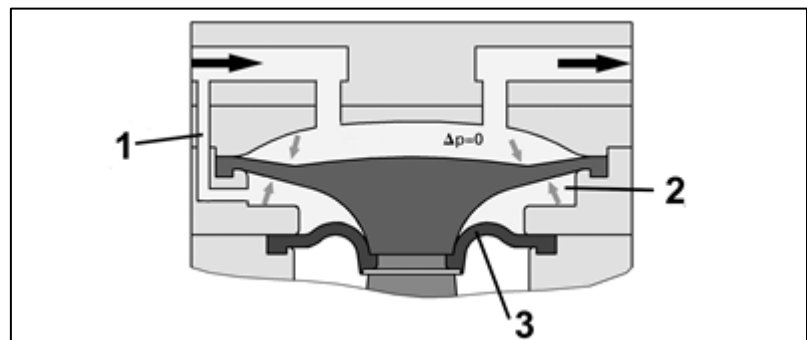

Abb. 5: Funktion des Membran-Stabilisierungssystems
Eine zusätzliche Membrane, die sogenannte Stabilisierungsmembrane (3), trennt die Unterseite der Arbeitsmembrane vom Antriebsraum der Pumpe (siehe Abb. 5). Der Raum zwischen den beiden Membranen – Vakuumkammer (2) genannt – wird über einen Evakuierungskanal (1) mit der Saugseite der Pumpe verbunden. In der Vakuumkammer herrscht dadurch annähernd der gleiche Druck wie im Arbeitsraum der Membranpumpe. Die Druckdifferenz zwischen Ober- und Unterseite der Membrane geht gegen null. Unabhängig vom Ansaugdruck der Pumpe bleibt die Arbeitsmembrane stabil, sodass die Pumpe über ihren gesamten Arbeitsbereich ein gutes Saugvermögen aufweist.